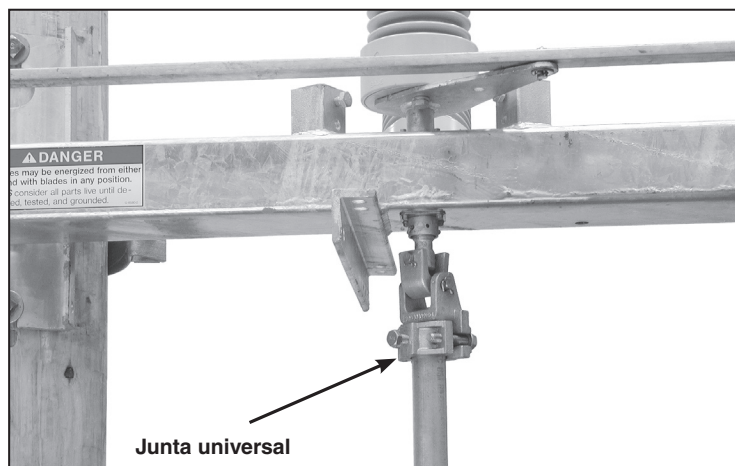

Figura 21. Instalação da seção superior do tubo de operação vertical.
PASSO 20. Insira a seção mais alta do tubo de operação vertical na junta universal afixada à parte inferior da chave. Ver Figura 21. Afaste o parafuso de ajuste perfurante para fora do corpo do acoplamento do tubo antes de apertar os parafusos de fixação do acoplamento.